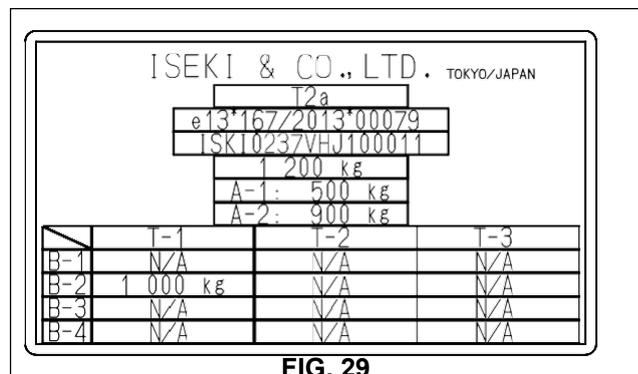

FIG. 29
FIG. 29 y 30: Placa de identificación del tractor (1), situada debajo del asiento del conductor en el lado derecho del ala. Presenta el número de modelo y el número de serie del tractor.